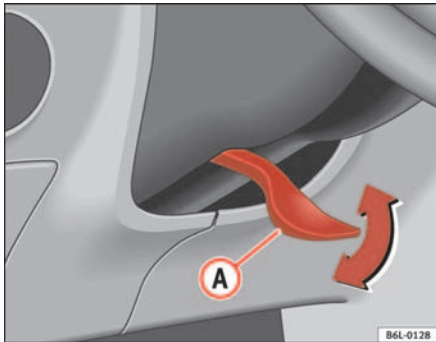

Abb. 96 Lenkradposition einstellen
- Schwenken Sie den Hebel **A** ⇒ Abb. 96 unter der Lenksäule nach unten ⇒ .